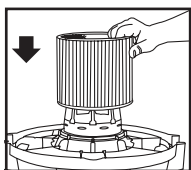

FIGURA 5
11. Con la tapa del depósito en posición invertida, deslice el filtro de cartucho hacia abajo sobre el alojamiento de la tapa, empujando hasta que el filtro se selle contra la tapa. **FIGURA 5.**